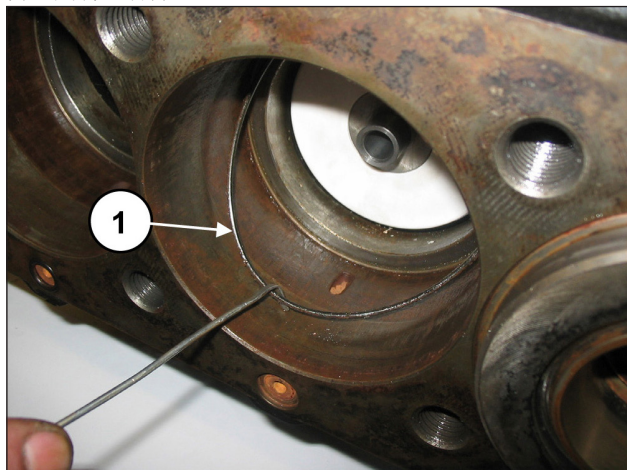

图 125
如果密封圈底座底部的O形圈留在泵壳（位置①，图 125）内，则将其拆除。